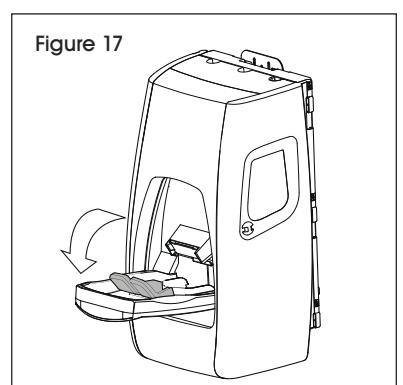

Figure 17
- Tirez l'appuie-tête vers vous. (Voir Figure 17)